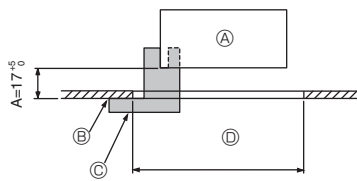
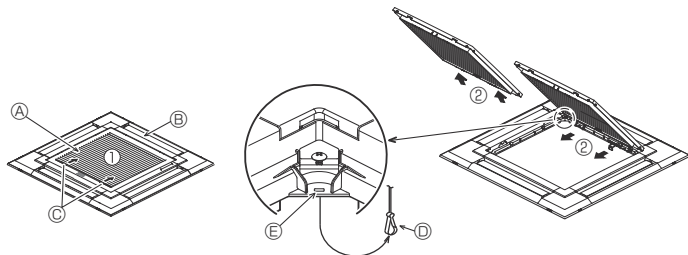
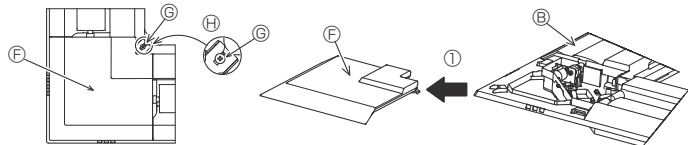

Fig. 9-2
Fig. 9-3
Fig. 9-4
①	Dimensões da grelha	1	950 × 950 (mm)
②	Medidor de instalação	1	(Dividido em 4 partes)
③	Parafuso (4 × 16)	1	para PLP-6EAE, PLP-6EALME
④	Painel de canto i-see sensor	1	para PLP-6EAE, PLP-6EALME
⑤	Controle remoto sem fio	1	para PLP-6EALM, PLP-6EALME
⑥	Suporte do controle remoto	1	Incluído quando equipado com o controle remoto sem fios.
⑦	Pilhas AA LR6	2	Incluído quando equipado com o controle remoto sem fios.
⑧	Parafusos de derivação de 3,5 × 16	2	Incluído quando equipado com o controle remoto sem fios.
9.2. Preparar a fixação da grelha (Fig. 9-2)
- Utilizando o medidor ② fornecido com este kit, ajuste e verifique a posição da unidade principal em relação à superfície do teto. Se a unidade principal não estiver adequadamente posicionada em relação à superfície do teto, poderá permitir a ocorrência de fugas de ar ou provocar a acumulação de condensação.
- Ⓒ Medidor de instalação ② (inserido na unidade principal)
9.2.1. Remoção da grelha de admissão (Fig. 9-3)
- Deslize as alavancas na direcção indicada pela seta ① para abrir a grelha de admissão.
- Com a grelha de admissão na posição "aberta", retire a dobradiça da grelha de admissão da grelha tal como indicado pela seta ②.
9.2.2. Remoção do painel de canto (Fig. 9-4)
- Desaperte os 4 parafusos do canto. Faça deslizar o painel de canto na direcção da seta ① da figura e retire o painel de canto.
[Fig.9-3] [Fig.9-4]